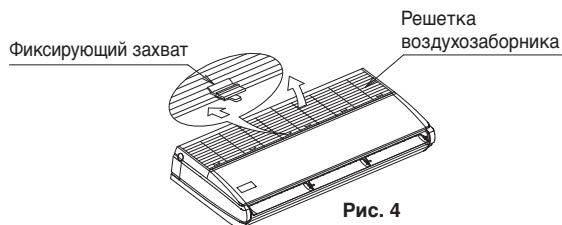

Рис. 4
- Чтобы широко открыть решетку воздухозаборника, сдвиньте его запорные выступы (класс 35, 50: 2 позиции для каждого; класс 60~140: 3 позиции для каждого) в обратном направлении (показанном стрелкой). (См. рис. 4)